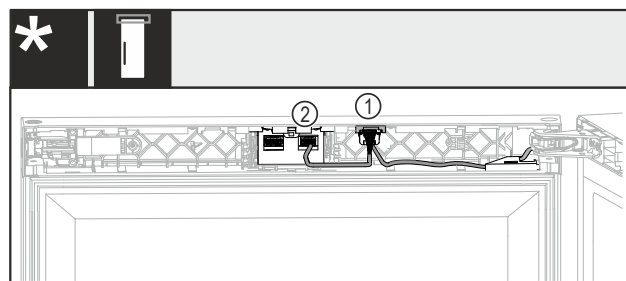

Fig. 32 Sans verrou ou verrou mécanique
- Insérer le connecteur avec les deux câbles Fig. 32 (1) dans le guide.
- Insérer le connecteur avec un câble Fig. 32 (2) dans le logement droit.